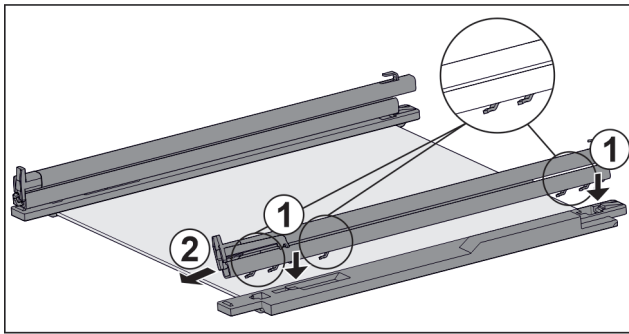

Fig. 115 Glasplaat met rails en vasthouddelen
- ▶ Haken van de rail op de openingen van het **linker** vasthouddeel plaatsen. Fig. 115 (1)
- ▶ Rail naar voren trekken. Fig. 115 (2)
- ▶ Haken van de rail op de openingen van het **rechter** vasthouddeel plaatsen. Fig. 115 (1)